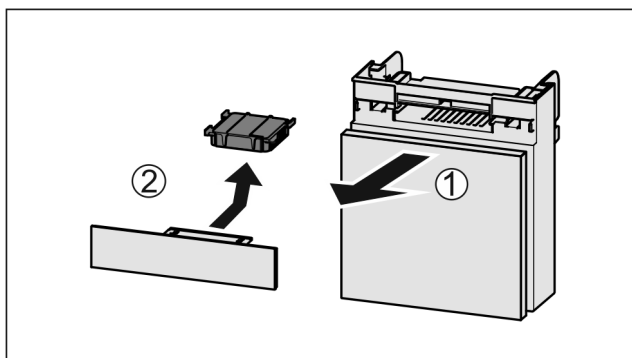

Fig. 155
- ▶ Predal izvlecite Fig. 155 (1) naprej.
- ▶ Odstranite Fig. 155 (2) aktivni ogljeni filter.